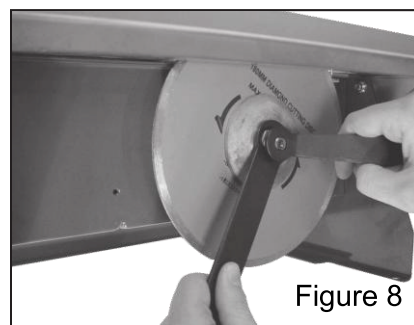

Figure 8
4. Utilisez des clés à molette appropriées pour desserrer et retirer l'écrou d'axe de l'arbre de moteur comme indiqué dans la (figure 8)
5. Faites glisser la bride extérieure (figure 8) et la lame diamantée sur l'extrémité de l'arbre du moteur